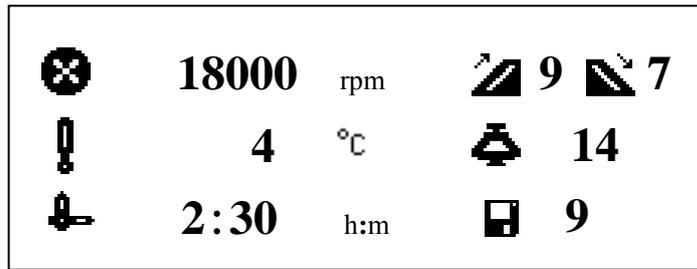

图 7-2 预备模式界面
- 机器自检通过后进入预备模式，并显示上一次的运行参数。如图 7-2 所示：速度设定为 18000rpm，温度设定为 4℃，时间设定为 2 小时 30 分，加速曲线为曲线 9，减速曲线设定为曲线 7，转头号为 14，程序组为第 9 组。